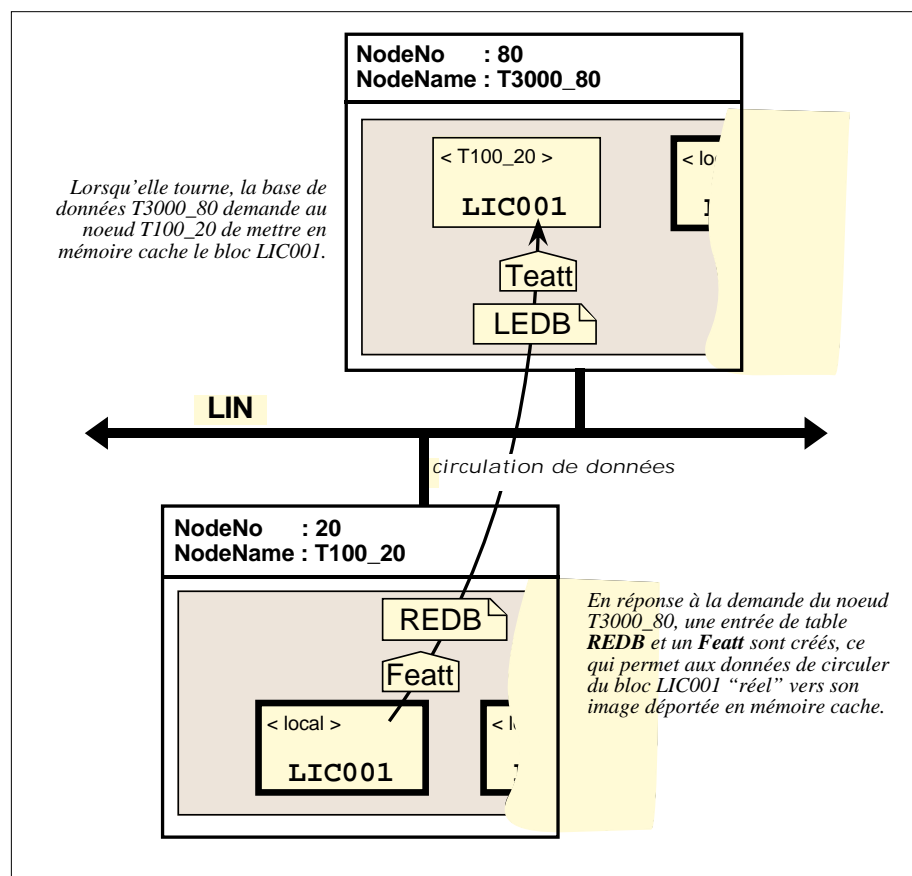

Figure B-3 Mise en mémoire cache d'un bloc en conduite
- 2 Mise en mémoire cache d'un bloc en conduite (figure B-3)
La figure B-3 montre ce qui se produit, lorsque les bases de données configurées sont exécutées.